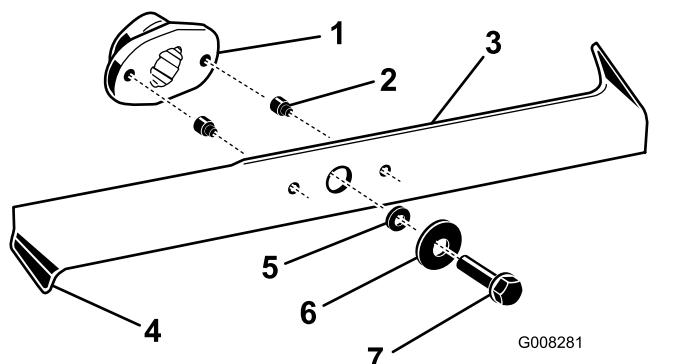

Figura 37
2. Controllate i taglienti (Figura 37). Se i taglienti non sono affilati o presentano intaccature, togliete le lame ed affilatele; vedere Affilatura delle lame \(pagina 32\).
3. Controllate le lame, in particolare i bordi curvi (Figura 37). In caso di usura o
4. Sostituite immediatamente i perni di sicurezza se sono spezzati (Figura 37).
3. Togliete i bulloni, le rondelle e le lame (Figura 37). In sede di rimozione dei bulloni, per bloccare le lame inserite un blocco di legno tra ogni lama e il tosaerba.
1. Montate le lame, le rondelle e i bulloni delle lame (Figura 37).